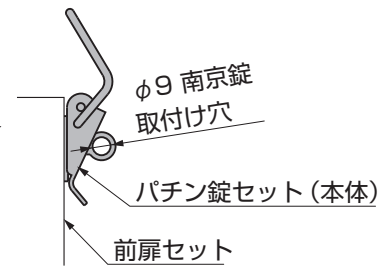

図13-2 A部詳細図
- パチン錠には南京錠を取付ける事ができます。市販の南京錠を取付ける場合は、図13-2を参考にしてください。